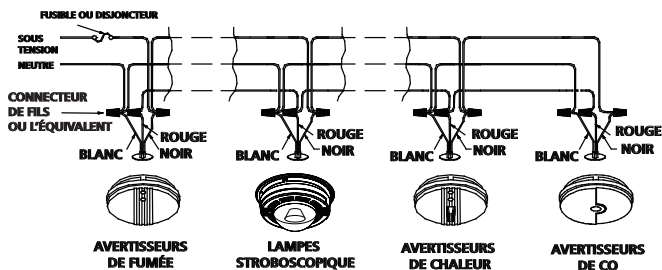

FIGURE 1
5. La Figure 1 illustre le câblage d'interconnexion. Une mauvaise connexion peut endommager la lampe stroboscopique ou les avertisseurs, provoquer un mauvais fonctionnement ou un choc électrique.